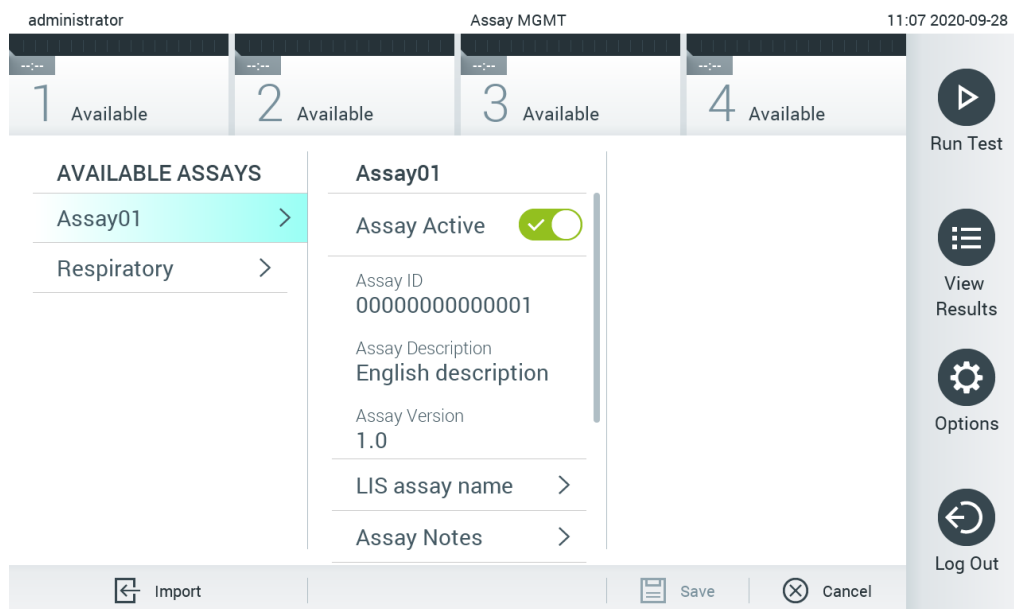

Figura 61. Ativando o ensaio.
7. O ensaio é ativado selecionando Assay Active (Ensaio ativo) (Figura 61).